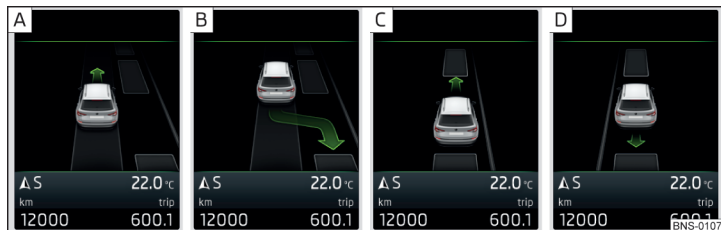
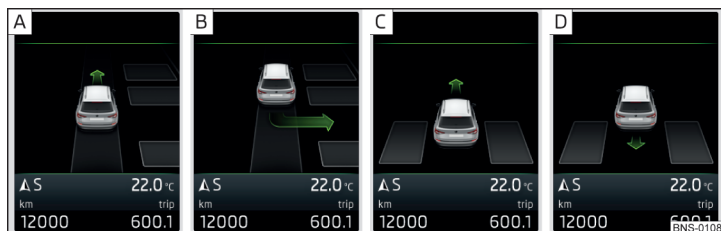

Fig. 290 Aparcar en una plaza de aparcamiento longitudinal: Visualización en pantalla
Fig. 291 Aparcar en una plaza de aparcamiento transversal: Visualización en pantalla
Si el sistema encuentra una plaza de aparcamiento, entonces en la pantalla se muestra el modo de aparcamiento recomendado » fig. 290 de la pág. 250 - **A** o » fig. 291 de la pág. 250 - **A**.
**Visualización en pantalla** » fig. 290 o » fig. 291
La plaza de aparcamiento encontrada se muestra en la pantalla » fig. 290 - **A** o » fig. 291 - **A**.